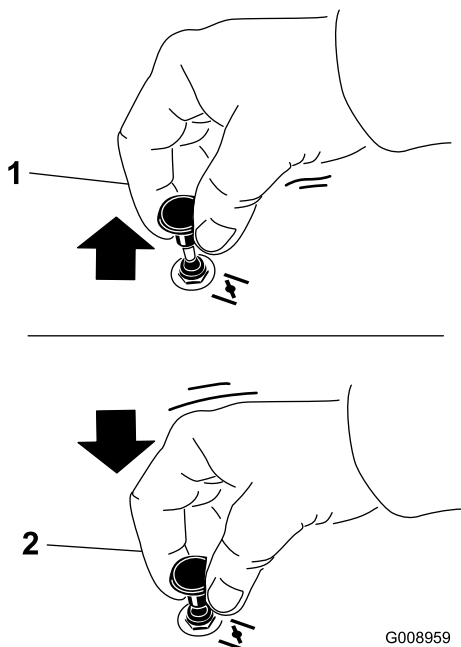

Figura 23
1. Tirate verso l'alto la manopola dello starter per avviarlo prima di utilizzare l'interruttore a chiave (Figura 23).
2. Spingete giù la manopola dello starter per disinnestarlo una volta acceso il motore (Figura 23).